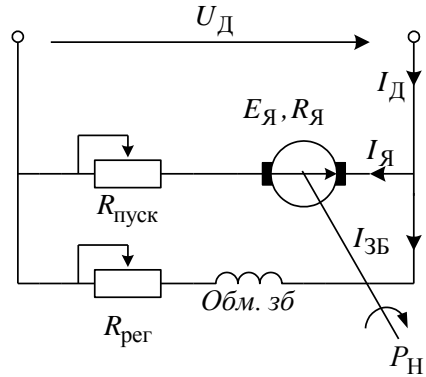

Рис. 37
2. Двигун постійного струму паралельного збудження (рис. 37), має наступні номінальні дані: $P_{\text{Н}} = 9,375 \text{ кВт}$, $U_{\text{Н}} = 250 \text{ В}$, коефіцієнт корисної дії $\eta = 0,75$, частоту обертання $n_{\text{Н}} = 975 \text{ об/хв}$. Опір кола якоря $R_{\text{я}} = 0,25 \text{ Ом}$. Розрахувати споживану двигуном потужність $P_{\text{д}}$, номінальний обертовий момент $M_{\text{Н}}$ та величину опору пускового реостату, при якому пусковий струм якоря $I_{\text{яП}}$ не буде втричі перевищувати його номінальний струм, тобто $I_{\text{яП}} \leq 3 I_{\text{ян}}$.
Із рис. 37 випливає, що в момент пуску $I_{\Pi} = \frac{U}{R_{Я} + R_{\Pi}}$, а